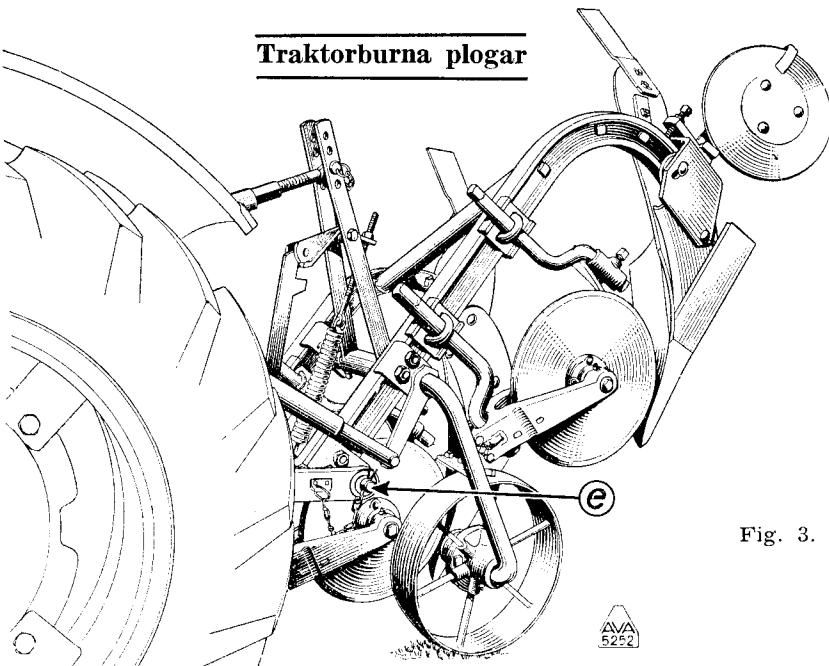

Fig. 3.
**Säkerhetskopplingen.** För att förhindra att plogen skadas vid för hög belastning, t. ex. vid stenpåkörning, finns en säkerhetskoppling. Vid utlösning av säkerhetskopplingen tippar plogen framåt genom vridning kring tväraxeln e. Fig. 3 visar plogen i urkopplat läge.